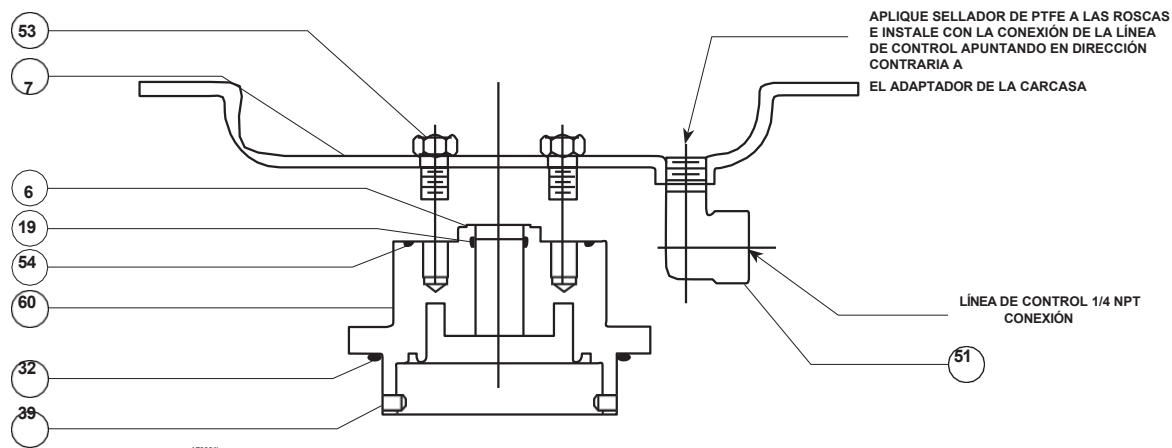

Figura 8. Conjunto de carcasa inferior y adaptador de carcasa
3. Lubrique las juntas tóricas (claves 19, 32 y 54) e instálelas como se muestra en la Figura 8. Instale el adaptador de la carcasa (clave 60) en la carcasa inferior (clave 7) y apriete los tornillos de cabeza (clave 53) con un par de apriete de 20 a 30 ft-lbs / 27 a 41 N•m.